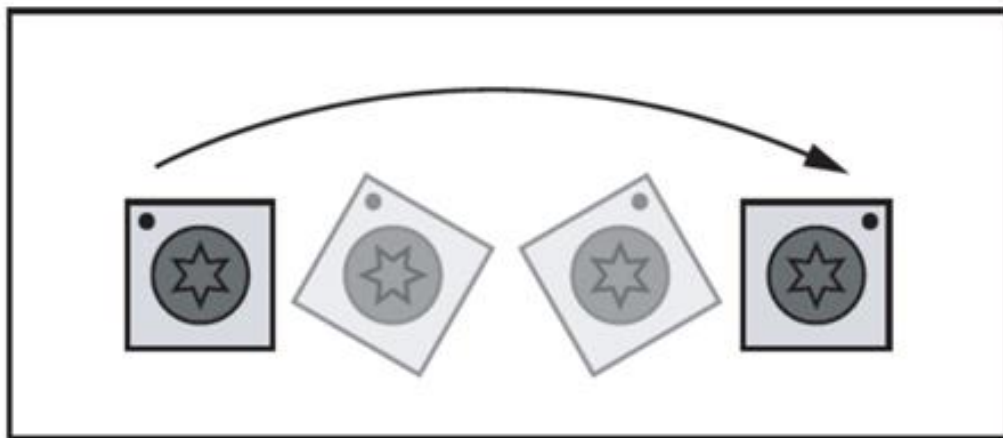

Рисунок 25. Последовательность вращения ножей.
6. Поверните нож на 90° и установите так, чтобы свежая режущая кромка была направлена наружу (см. рис. 25).